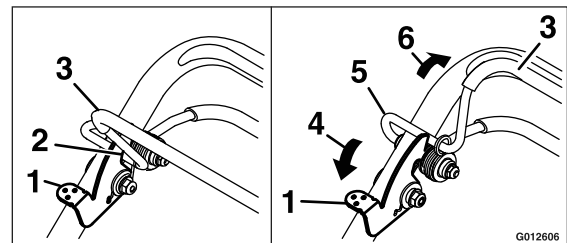

Figura 20
1. Empuje la palanca de bloqueo de la barra de control de las cuchillas hacia adelante para liberar la barra de control de las cuchillas (Figura 20).